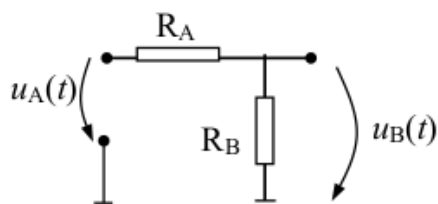

Fig. 4.
(4) Pentru circuitul din Fig. 4: (a) alegeți rezistențele, dintre cele disponibile, astfel încât factorul de transfer în tensiune (raportul de divizare) U_B/U_A să fie cât mai apropiat de 1/4.; (b) măsurați tensiunea efectivă la intrarea și la ieșirea circuitului. Calculați factorul de divizare K_m (măsurat) al divizorului rezistiv. Calculați eroarea relativă a lui K_m față de valoarea teoretică K_t obținută prin măsurarea rezistențelor cu ohmetrul. (c) Determinați eroarea relativă la măsurarea tensiunii efective u_B cu mili-voltmetrul analogic de c.a. (în V), față de valoarea efectivă calculată pe baza tensiunii u_B măsurată cu osciloscopul – valoare efectivă. Cât este valoarea în dB? Dar în dBm? De ce valoarea indicată de osciloscop diferă față de milivoltmetrul analogic? (d) măsurați pe osciloscop amplitudinea și perioada semnalelor de la intrare și ieșire, fiecare prin 2 metode. (e) calculați eroarea relativă la măsurarea perioadei, cauzată de citirea pe ecranul osciloscopului. (f) calculați eroarea relativă la măsurarea amplitudinii semnalului de ieșire față de valoarea teoretică pe baza factorului de transfer. (g) măsurați R_A și R_B . Calculați funcția de transfer U_B/U_A pe baza valorilor măsurate pentru R_A și R_B .